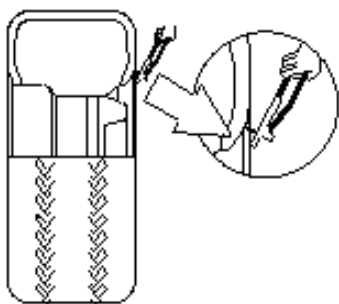

Fig.5
- Para evitar situações de risco, remova qualquer contrapeso e outro corpo estranho da roda antes de montá-la. Ao remover o contrapeso, deve-se utilizar o alicate de montagem/desmontagem entregue com a máquina (Fig. 5).